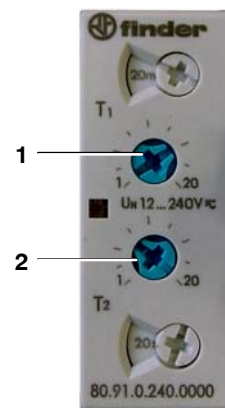

Abb. 50 Zeitrelais Q2 (Elektromotor)
Q2 ist ein Industrie-Zeitrelais mit 1 Wechselkontakt. Für die Steuerung der Kondensat-Ablaufautomatik werden mit den Einstellreglern t1 (1, Abb. 50) und t2 (2) die Impuls- und Pausenzeiten eingestellt. Der Schiebeschalter (3, Abb. 50) ist auf impulsbeginnend gestellt. t1 ist ab Werk auf 15 Minuten eingestellt, t2 auf eine Abblasezeit von 6 Sekunden.